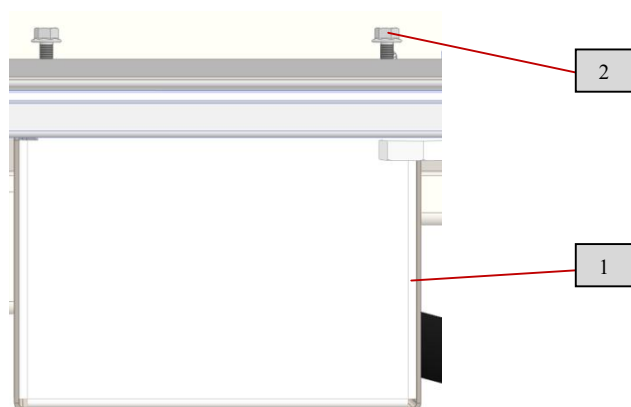
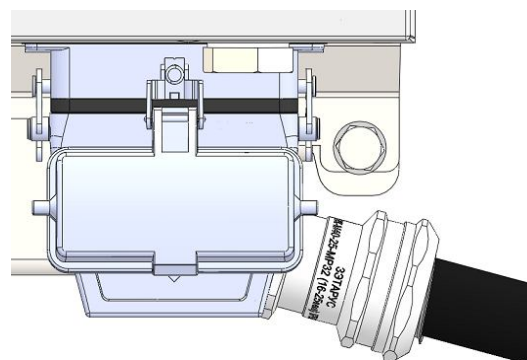

Рис.17 Крепление защитного кожуха
Рис.18 Подключение жгута к ШУ
Снять защитный кожух вилки (1) шкафа управления (рис.17) открутив четыре болтовых соединения М6 (2) и подключить жгут реклоузера к шкафу управления (рис.18).